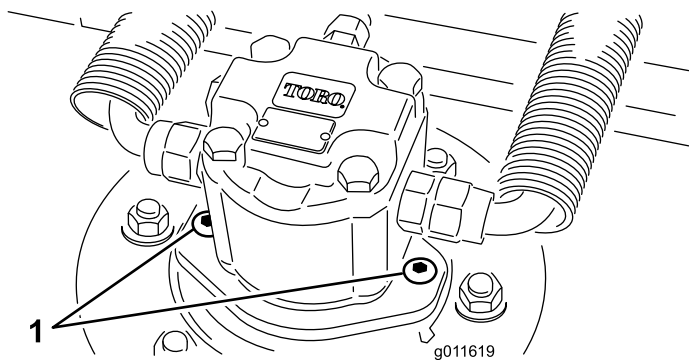

図 5
4. デッキに油圧モータを取り付ける図 5。Oリングを忘れずに、また、損傷させないように注意して取り付ける。